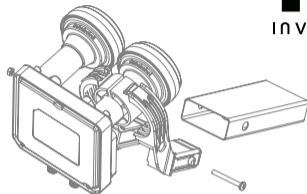

Fig. 1
1. Placez le LNB dans le support / pince LNB de l'antenne parabolique. Fermez la poignée du support du LNB et serrez légèrement la vis de serrage pour que le LNB puisse toujours tourner (Fig. 1).